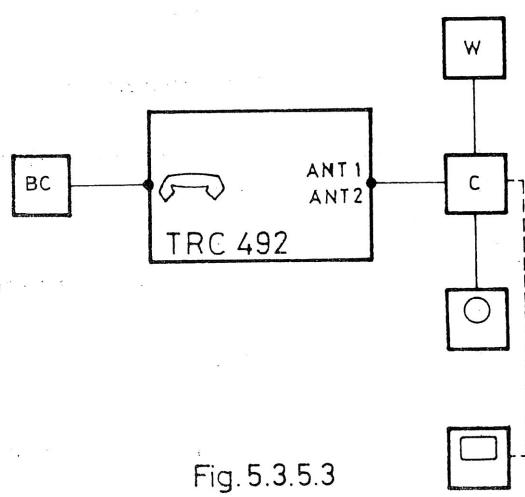

Fig. 5.3.5.3
- Réaliser le montage fig. 5.3.5.2